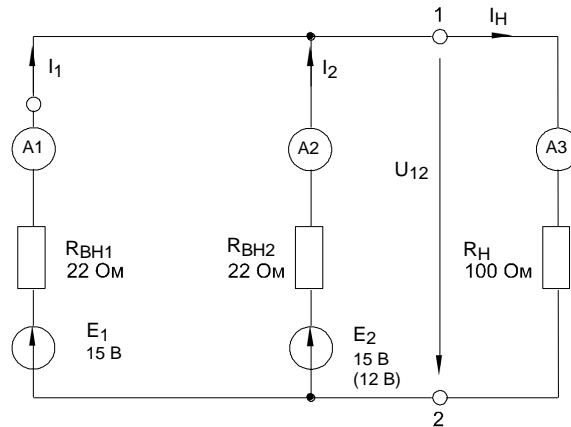

Рисунок 4.4. Цепь с параллельным соединением источников напряжения
- Соберите цепь с параллельным соединением источников напряжения согласно схеме (рис. 4.4), используя в качестве E_1 нерегулируемый источник напряжения, а в качестве E_2 – регулируемый.